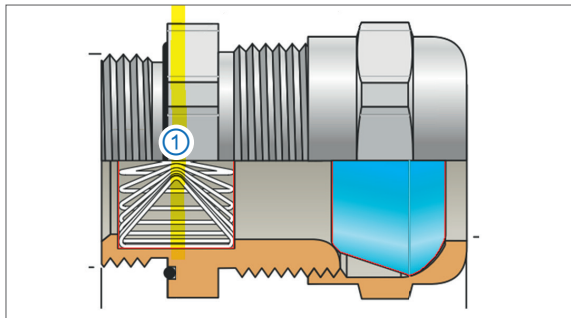

Abb. 8-3: Kabelverschraubung (Längsschnitt)
Um einen guten Kontakt zwischen Kabelschirm und Federring (Abb. 8-3, ①) in der Kabelverschraubung zu gewährleisten, muss das Kabel sorgfältig konfektioniert werden, d. h. die Position des abisolierten Kabelschirms muss mit der des Federrings übereinstimmen.